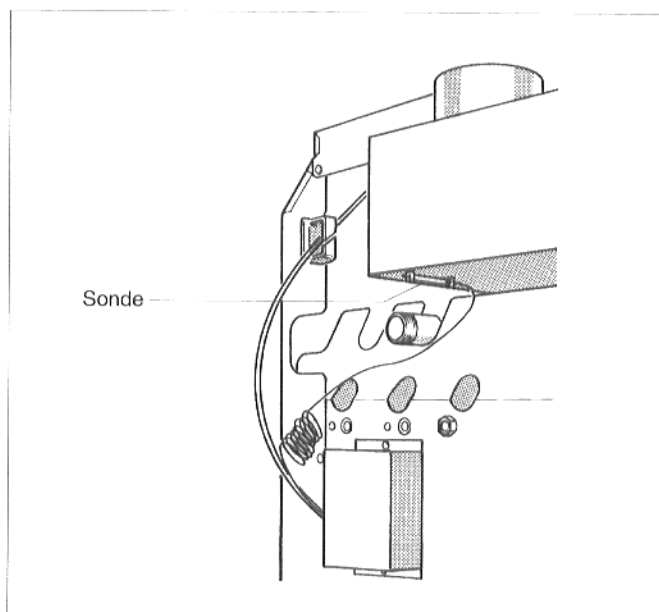

Fig. 26 : sonde de surveillance des fumées
- Retirer la sonde thermostatique des fumées du coupe-tirage antirefouleur (fig. 26).